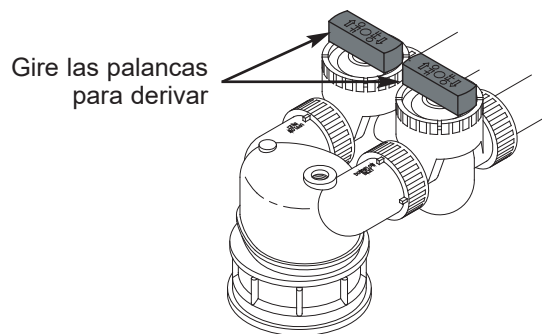

FIG. 7
1. Derive el sistema girando ambas palancas de derivación en forma perpendicular al flujo de agua (vea la Fig. 7).